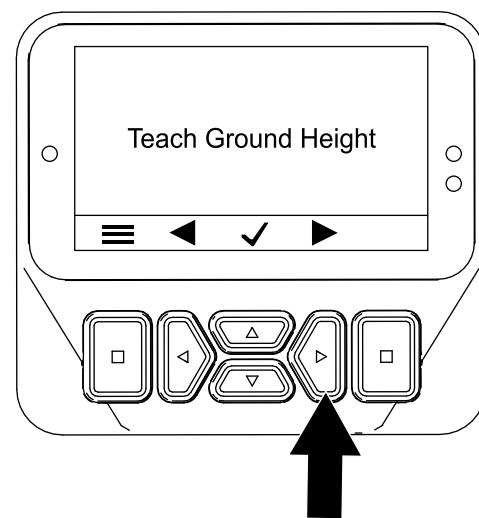

**Figura 45**
**Nota:** Viene visualizzata la schermata della modalità TRASPORTO o della modalità ARIEGGIATURA (Figura 45).